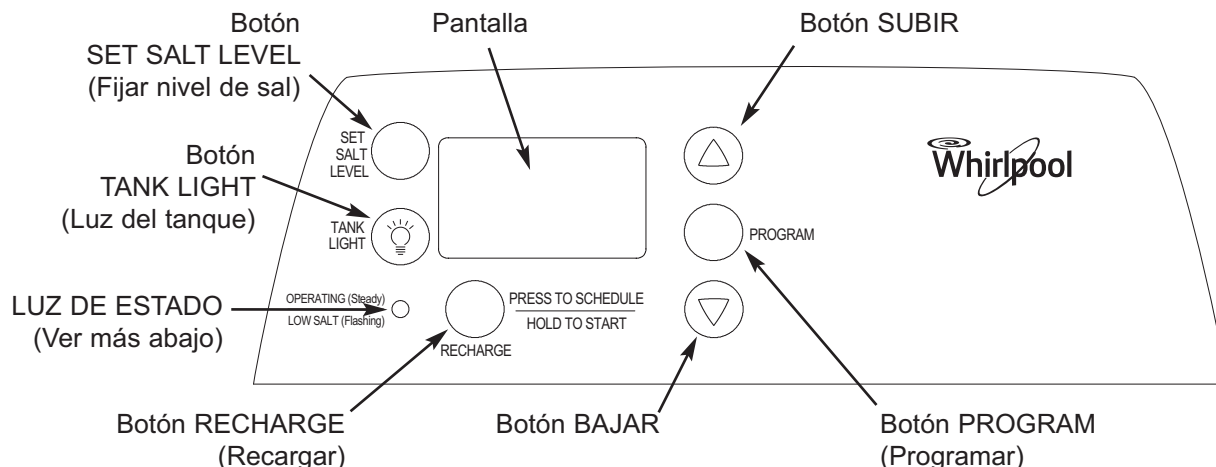

FIG. 15
5. Inicie un ciclo de regeneración; para ello mantenga oprimido por 3 segundos el botón REGENERATION (regeneración) (vea la Fig. 15 en la página 13). Comenzará a funcionar el motor de la válvula y esta avanzará a la posición “Fill” (llenado).